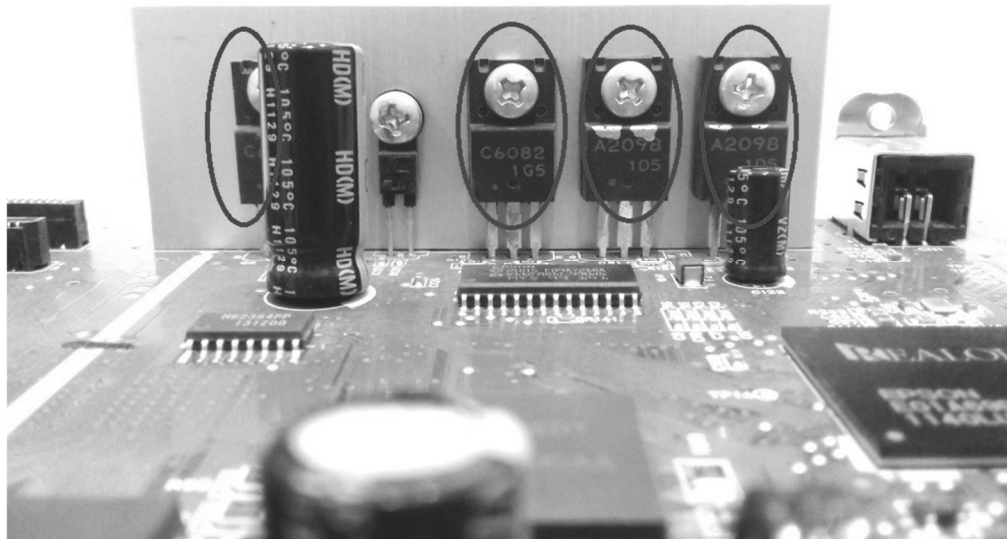

Рисунок 2.14 – Продзвонювання силових транзисторів
12) Пошкодження транзисторів A2098 та C6082 (див. рис. 2.14). Значення